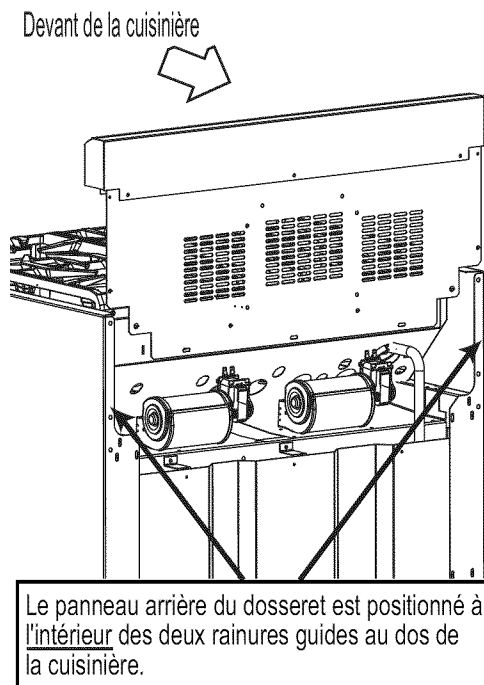

Figure 16 : Emplacement du dossier
- NE tentez PAS d'installer le dossier Thermador, qui est doté de trou d'aération dans le panneau arrière pour alimenter seulement un ventilateur de refroidissement (voir Figure 16).
- Le dossier est inséré à l'intérieur des rainures guides au dos de la cuisinière, tel qu'illustré à la Figure 16. (Enlever l'assemblage de grille pour un dégagement d'installation suffisant pour les modèles avec grille.) À l'aide d'une clé Torx T-20, fixez le dossier avec les quatre (4) vis Torx sur les panneaux latéraux de la cuisinière.
- La tablette à casserole requiert un pré-assemblage du panneau supérieur à la tablette en utilisant les neuf (9) vis Torx comprises. Pour une charge suffisante, IL FAUT fixer deux (2) vis dans les coins inférieurs du haut de la tablette. Utilisez trois (3) vis Torx pour installer la bande au dos de la cuisinière, tel qu'illustré. Le centre de la bande peut être soutenu par une languette depuis le panneau arrière et ne requiert pas de vis.
- Pour fixer le devant du dossier, installez trois (3) vis Torx au panneau avant inférieur du dossier, dans le rebord au dos de la surface de la cuisinière.